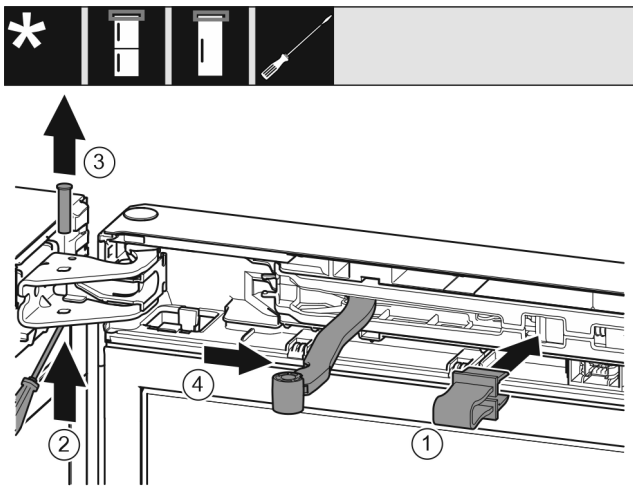

Fig. 9
- ▶ Sicherung in Öffnung einrasten. Fig. 9 (1)
- ▶ Bolzen mit Schraubendreher herauschieben. Fig. 9 (2)
- ▶ Bolzen nach oben herausnehmen. Fig. 9 (3)
- ▶ Gelenk in Richtung Tür drehen. Fig. 9 (4)